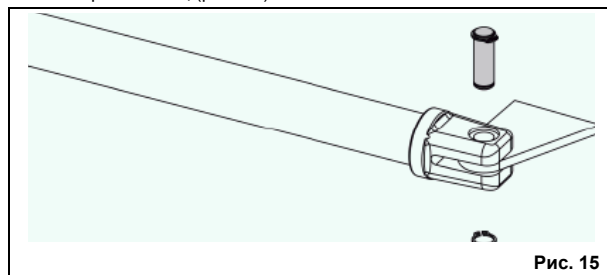

Рис. 15
7. Прикрепить передний кронштейн при помощи штифта и стопорных колец (рис. 15).